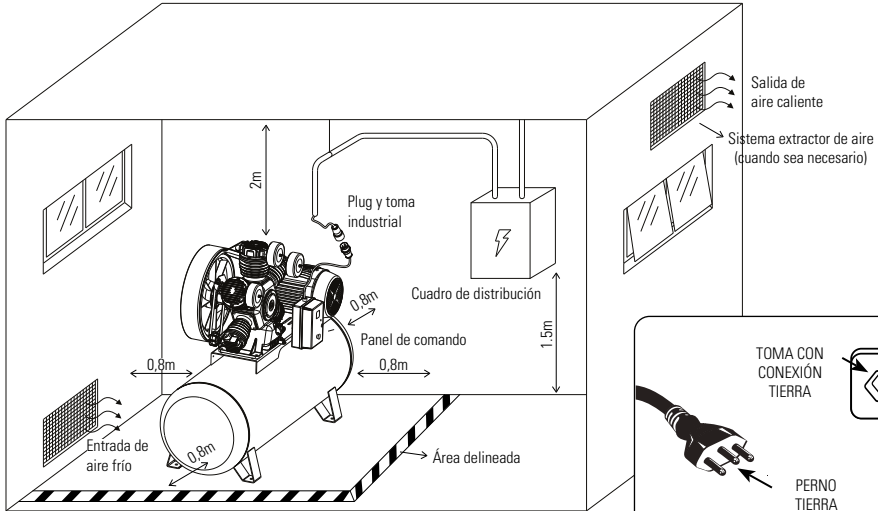

FIGURA 6.10 DETALLE DE LA ALIMENTACIÓN ELÉCTRICA E INSTALACIÓN DEL COMPRESOR A PARTIR DEL CUADRO DE DISTRIBUCIÓN (CD)
- La temperatura ambiente máxima recomendada para trabajo es de 40 °C. y mínima 5 °C. Si es necesario, instale un sistema extractor de aire (Figura 6.10).
Observe una distancia mínima de 0,8 m de cualquier pared u obstáculo y una altura mínima de 2 m, a fin de garantizar una adecuada ventilación durante el funcionamiento y facilitar eventuales mantenimientos. Delinee un área en vuelta del compresor para alertar y prevenir colisiones con el equipamiento (Figura 6.10).